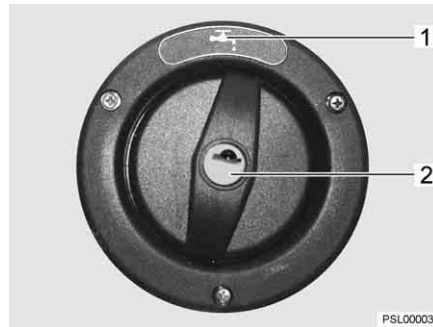

Bild 228 Verschlussdeckel für Trinkwasser-Einfüllstutzen (Ixeo)
Der Trinkwasser-Einfüllstutzen ist mit dem Symbol "☰" (Bild 228,1) gekennzeichnet. Der Verschlussdeckel wird mit dem Schlüssel für die Außenklappenschlösser geöffnet und verschlossen.
- Schlüssel in Schließzylinder (Bild 228,2) stecken und eine viertel Umdrehung entgegen dem Uhrzeigersinn drehen.